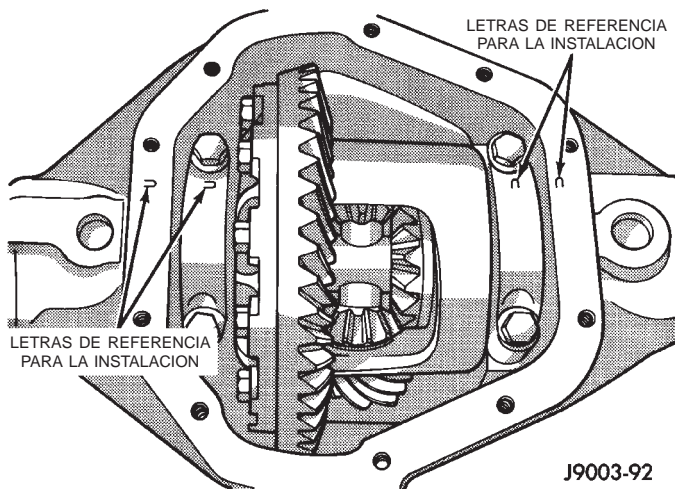

Fig. 23 Identificación de la tapa de cojinete
- (1) Eleve y apoye el vehículo.
- (2) Retire el tapón del orificio de llenado de lubricante de la tapa del cárter del diferencial.
- (3) Retire la tapa del cárter del diferencial y drene el lubricante.
- (4) Retire los cojinetes de maza y los semiejes.
- (5) Registre las letras de referencia para la instalación estampadas en las tapas de los cojinetes y en la superficie maquinada de sellado del cárter (Fig. 23).